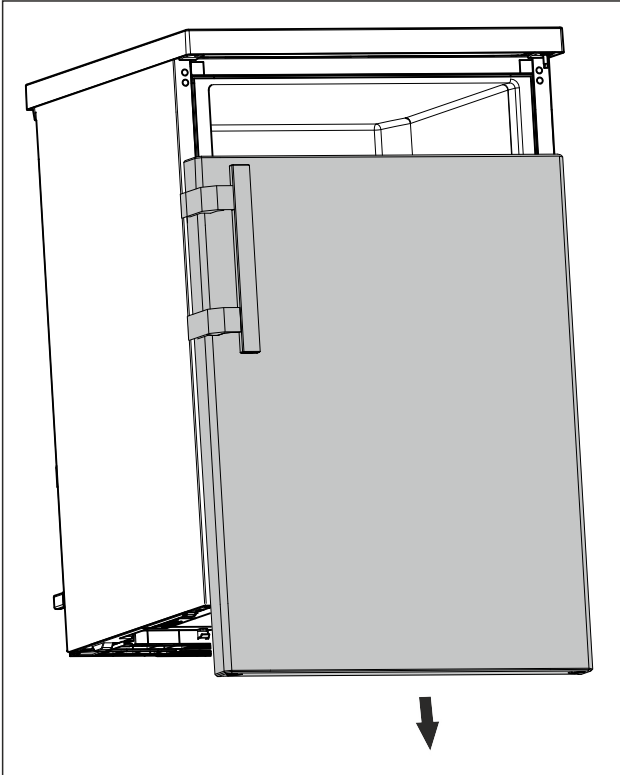

Fig. 15
- ▶ Vegye le lefelé az ajtót. (lásd Fig. 15)